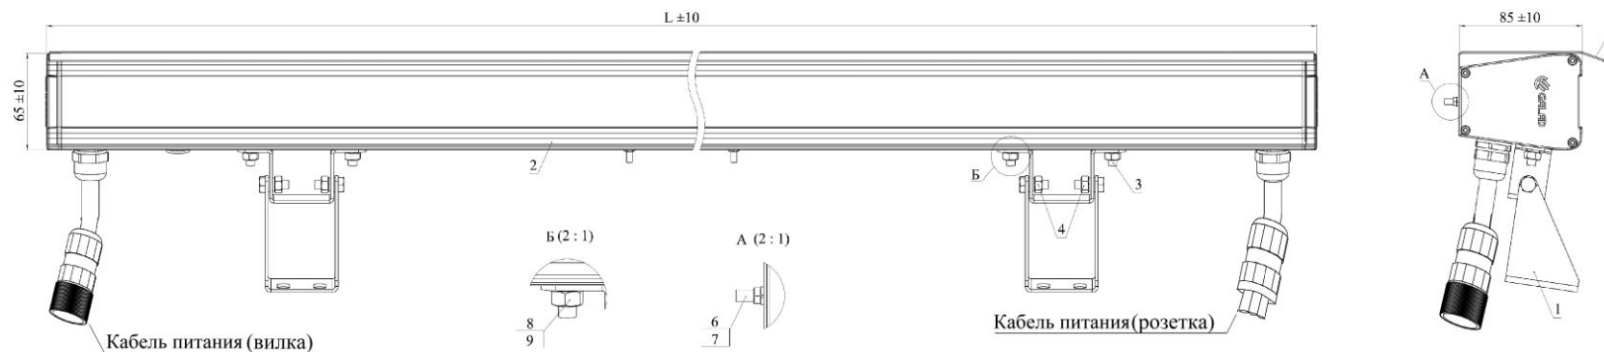

Рисунок 2
5.5.1. Светильники с усиленными кронштейнами монтировать следующим образом. Открутить гайки М6 (поз.8) и снять гроверные шайбы (поз.9) вид А (Рисунок 2) с установленных в паз корпуса светильника (поз.2) планками (поз.3).
5.5.2 Установить два кронштейна (поз.1) (Рисунок 2), совместив шпильки планок (поз.3) с отверстиями кронштейна (поз.1). Установить ранее снятые гроверные шайбы (поз.8) и закрутить гайки М6 (поз.9) с усилием 5...9 Н.м.
5.5.4. Для регулировки наклона светильника необходимо ослабить гайки М8 (поз.4) на кронштейнах (поз.1) (Рисунок 2), наклонить светильник на необходимый угол и затянуть гайки усилием 13...15 Н.м.